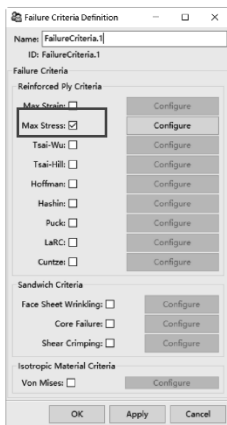

图 7-19 失效准则定义对话框
(1) 右键单击【Definitions】，从弹出的快捷菜单中选择【Create Failure Criteria...】，弹出创建失效准则属性对话框，选择最大应力失效准则，其他默认，单击【OK】关闭对话框，如图 7-19 所示。